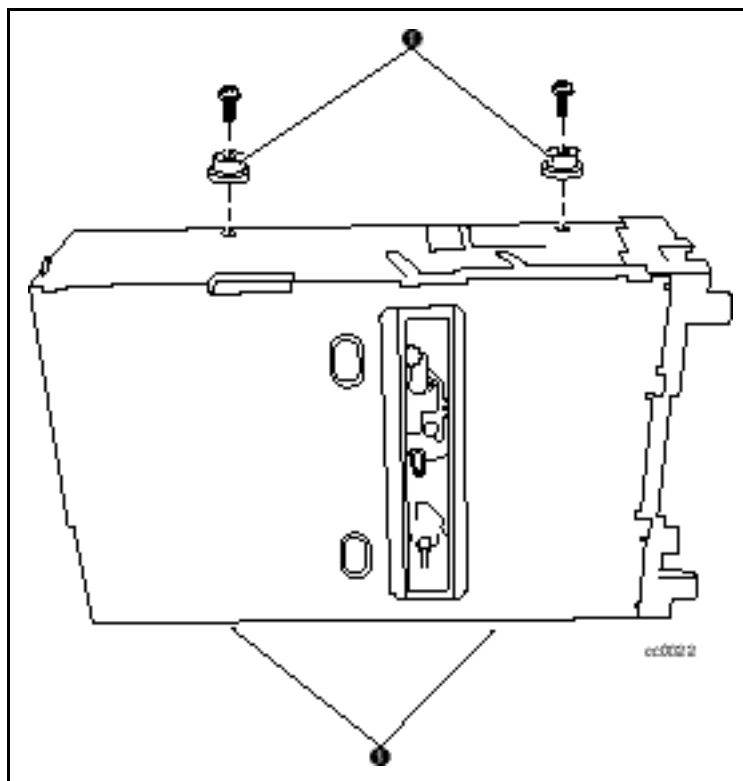

Figura 5. Instalación de las patillas de alineamiento
Se necesita instalar cuatro patillas de alineamiento en la nueva unidad antes de la instalación. Cada patilla de alineamiento está formada por un espaciador de plástico (parte superior) y un tornillo (● Figura 5).
2. Instale las patillas de alineamiento en las ubicaciones que se muestran (● Figura 5).